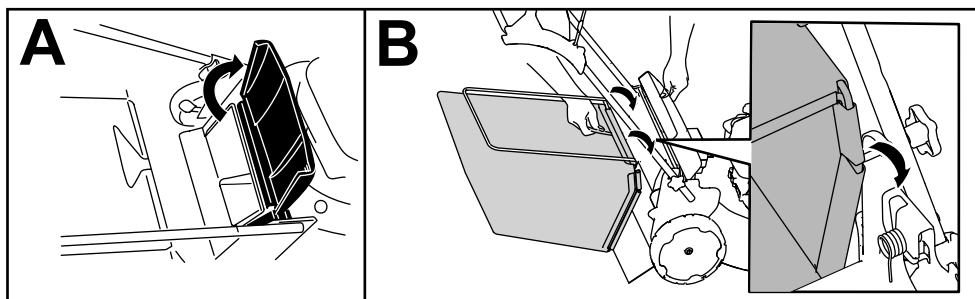

Figura 19
1. Levante y sujete el deflector trasero (Figura 19, A).
2. Instale la bolsa de recogida, asegurándose de que los pasadores de la bolsa descansan en las muescas del soporte del manillar (Figura 19, B).